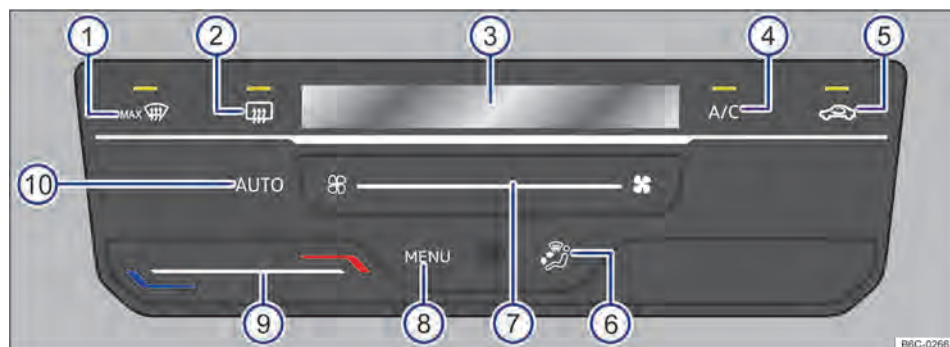

Fig. 83 Mandos del Climatronic.
- **Climatronic:** deslizar el dedo hacia la izquierda bajo el botón de función → fig. 83 (7), después presionar la tecla  de la extremidad izquierda.
Tocando en el botón de función **AUTO** → fig. 83 (10) es posible conectar el modo automático del Climatronic.
el volumen de aire y la distribución de aire se regulan automáticamente. El funcionamiento automático se desconecta cuando la ventilación se cambia manualmente → fig. 83 (7) o cambiando la distribución del aire a través del botón de función → fig. 83 (6).
- **Climatronic:** tocar el botón de función **A/C** → fig. 83 (4) para conectar y desconectar el funcionamiento de la refrigeración.
- *Climatronic*: deslizar el dedo en el botón de función → fig. 83 ⑨.
En la pantalla del Climatronic → fig. 83 ③ se indica la temperatura ajustada.
- *Climatronic*: deslizar el dedo en el botón de función → fig. 83 ⑦.
- *Climatronic*: tocar en el botón de función  → fig. 83 ⑤.
- *Climatronic*: tocar el botón de función → fig. 83 ⑥ para la ubicación deseada, la distribución seleccionada se indicará en la pantalla ③.
- *Climatronic*: tocar en el botón de función  → fig. 83 ①.
- *Climatronic*: tocar en el botón de función  → fig. 83 ②.
→ fig. 83  para abrir el menú del aire acondicionado en la radio.